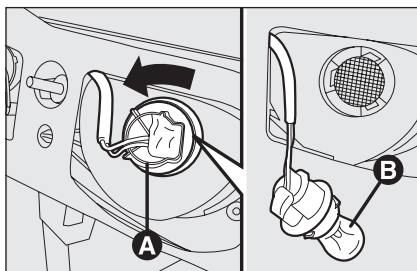

fig. 35
- ☐ tourner le porte-ampoule dans le sens inverse des aiguilles **A-fig. 35**, enlever l'ampoule **B** et la remplacer;